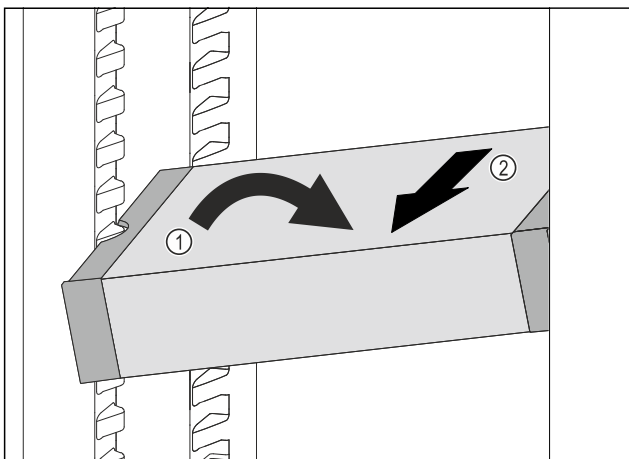

Fig. 90
- ▶ Расположите VarioSafe в холодильном отделении под наклоном. Fig. 90 (1)
- ▶ Извлеките VarioSafe движением вперед. Fig. 90 (2)